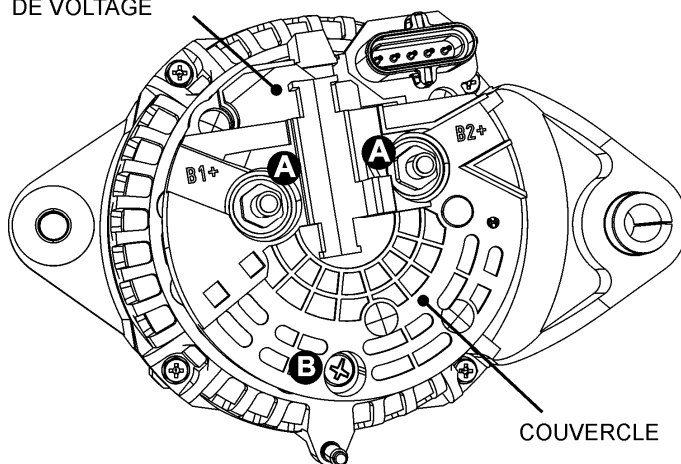

FIGURE 2
- Réinstaller le couvercle. Serrer la vis B et les écrous A (figure 2).